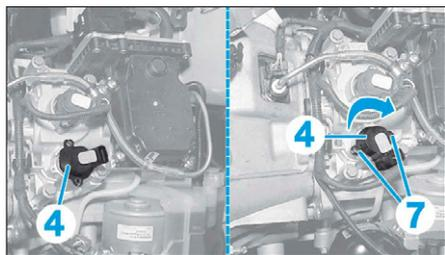

FIG. 22
- Positionner le capteur de passage (4) sur le doigt d'armement (7) (Fig.22).